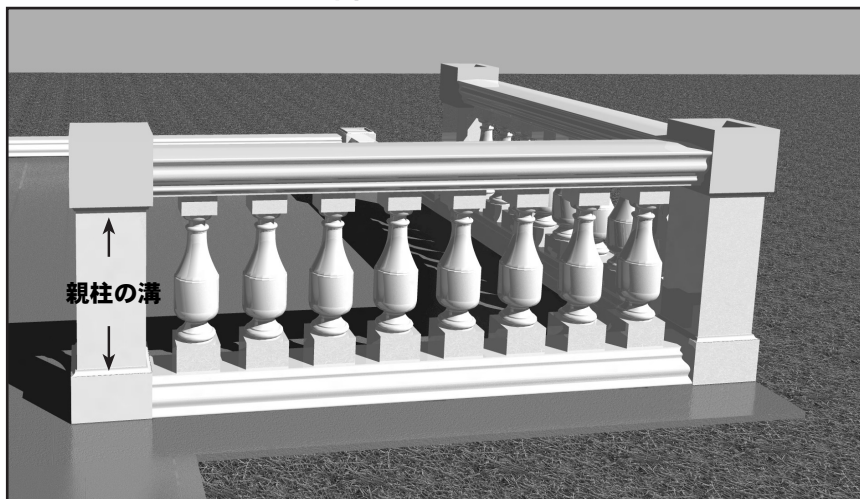

図 7B
- C)** 各手摺子を下枠の穴に揃えて位置づけし、すでに穴のあけられた手摺をその上に載せます。(図 7B)